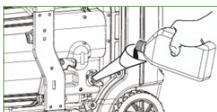

Fig. 2
- Ajoutez 0,7 L d'huile. (Voir le tableau des huiles recommandées (Fig. 4, Fig. 2))